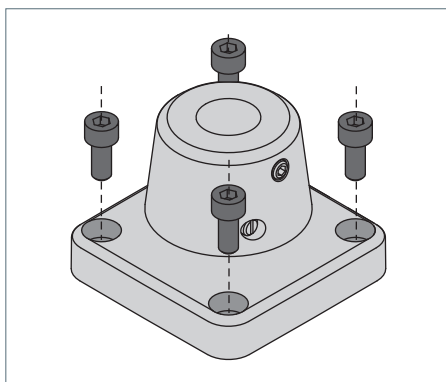

Fig. 1: Éléments de fixation.
- Visser l'élément de fixation sur la surface de montage à l'aide de quatre vis appropriées, voir Fig. 1.